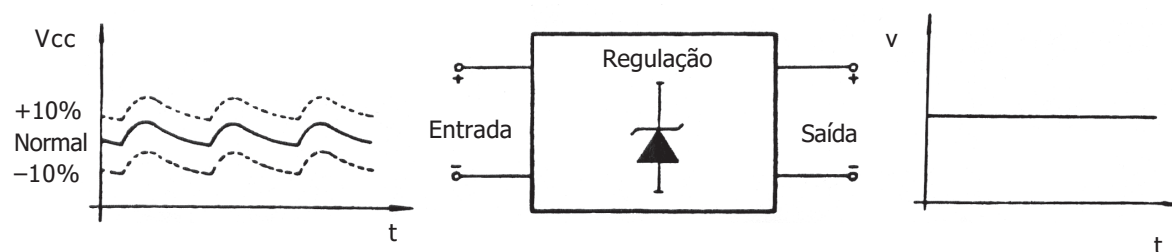

Fig. 20
- A regulação recebe a tensão filtrada. Esta contém uma ondulação e varia em função da carga e da CA de entrada, entregando na saída uma tensão constante. (Fig. 20)